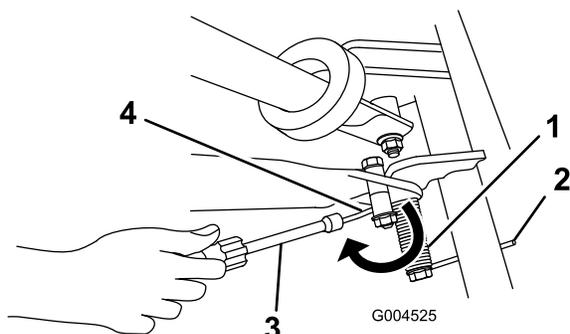

図 11
6. 後ろ向きに出ているスプリングの端にナット・ランナーをかぶせ、この端をキックスタンドのスペーサの下に引っ掛ける(図 11)。